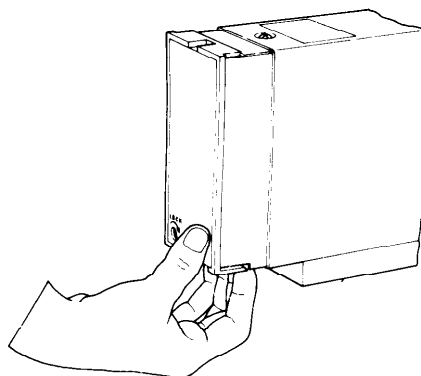

図6-3 端子カバーのはずし方
(1) 電線の種類
(2) 配 線
- (a) 計器背面の端子カバーをはずしてください。(図6-3参照)